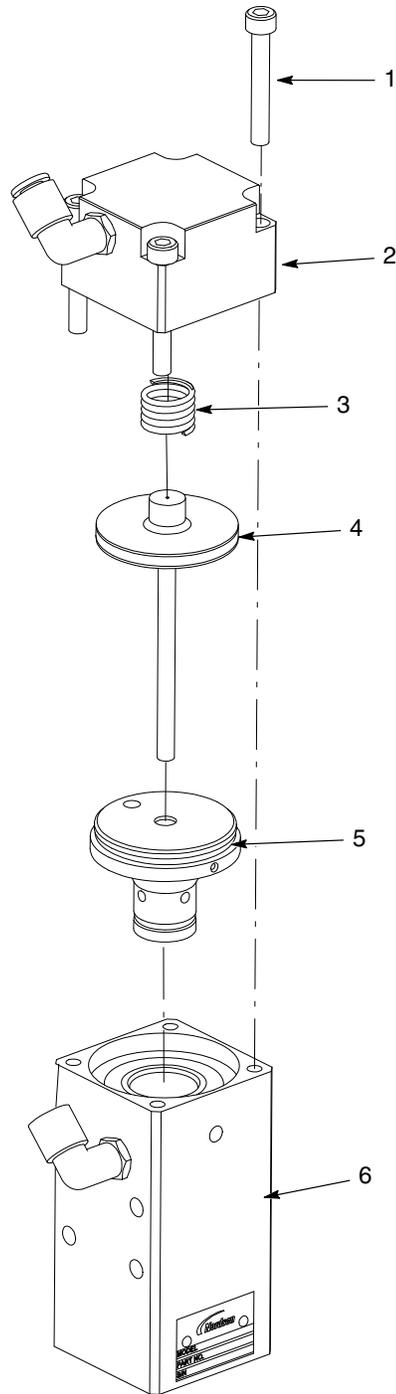

Abbildung 2 Auswechseln der Dichtpatrone
1. Siehe Abbildung 2. Die Innensechskantschrauben (1) entfernen, mit denen die Druckluftzylinderkappe (2) am Ventilgehäuse (6) befestigt ist.
2. Die Druckfeder (3) vom Kolben (4) abnehmen.